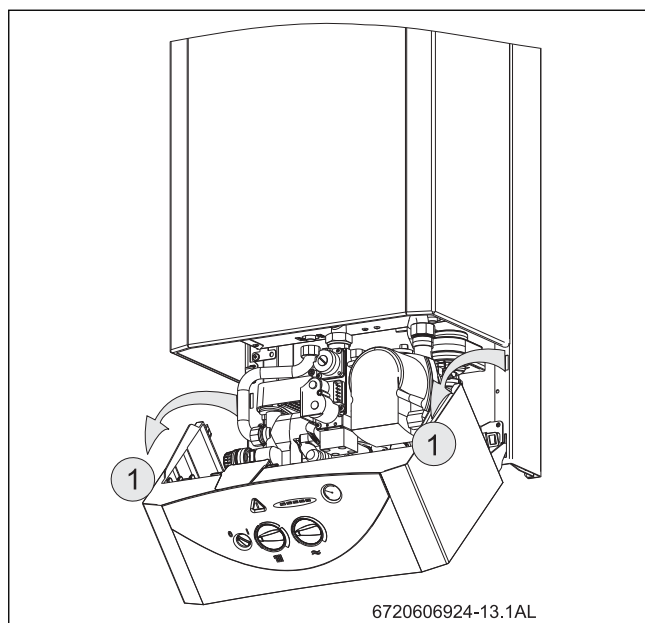

Fig. 26 Posição de serviço para ajuste do gás
- ▶ Desligar o interruptor principal (O) do aparelho.
- ▶ Baixar o painel de comandos para a posição de serviço (ver Fig. 26).
- ▶ Baixar o painel de comandos (ver Fig. 26 ).
- ▶ Desapertar o parafuso obturador (3) e ligar o manómetro de tubos em U à união de pressão.